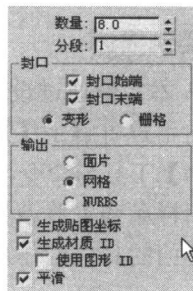

图 2-4 挤出的基本参数
Step 6 在下拉列表框中选择【挤出】修改器，在【参数】卷展栏中进行如图 2-4 所示的设置。